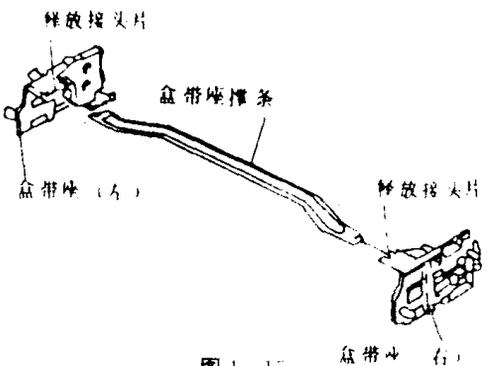

图 1-17
步骤:①释放左右两个盒带座的 2 个接头片,如图 1-17 所示。
②分离左右两个盒带座。